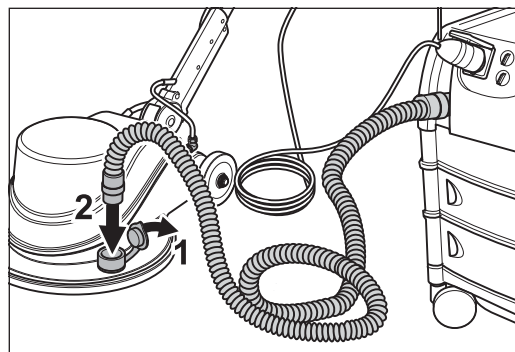

Fig. 24 Abrir la tapa y conectar la manguera en la SINGLE.
- 3 Abra la tapa de la conexión de aspiración sobre la carcasa de la máquina e introduzca la manguera del aspirador en la boca (fig. 24).